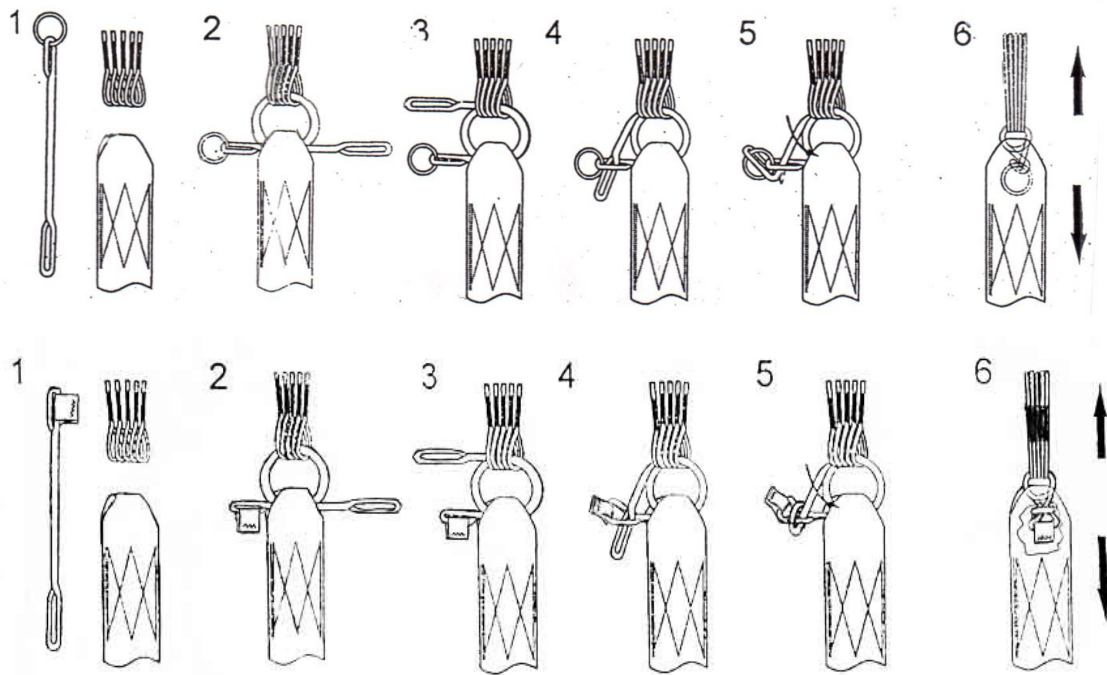

Рис. 1. Монтаж строп мягкими соединительными звеньями.
**ПРИМЕЧАНИЕ.** При монтаже строп мягкими соединительными звеньями – «софтлинками» использовать рис. 1.